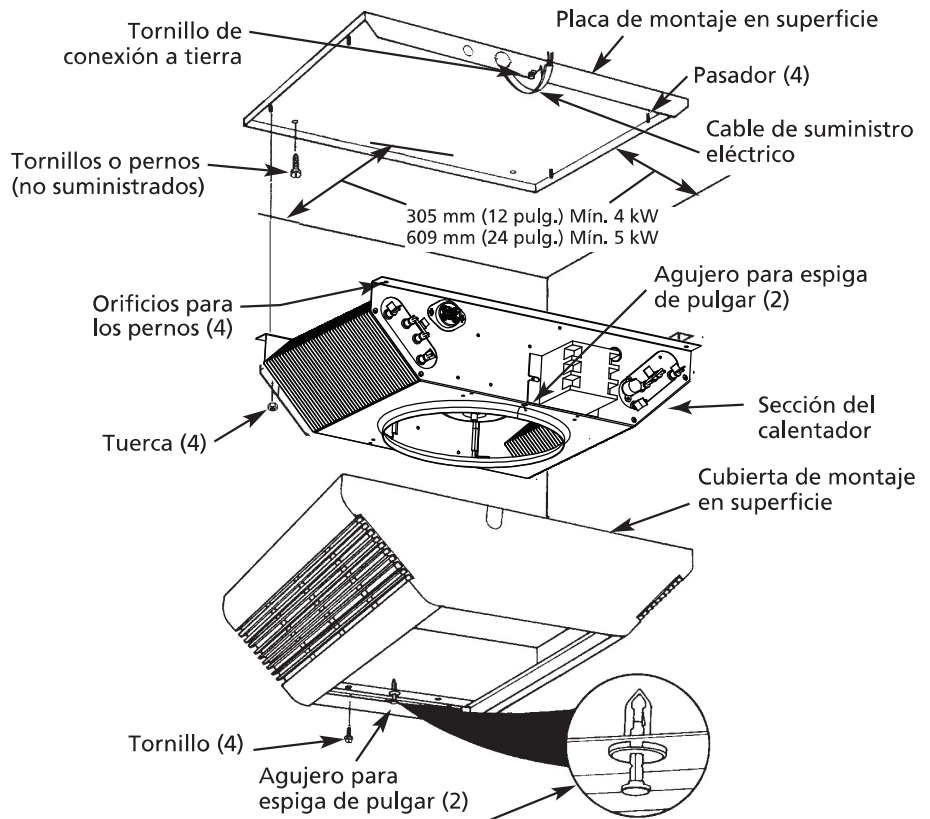

Figura 3
**⚠ ADVERTENCIA** *El calentador se puede caer si no se instalan las cuatro tuercas de montaje para fijar el calentador en el bastidor de montaje (consulte la Figura 3).*
**⚠ ADVERTENCIA** *La cubierta para superficies se puede caer si no se instalan los cuatro tornillos (consulte la Figura 3).*
7. Coloque la placa de montaje en superficie contra el cielo raso y fijela con pernos o tornillos (Figura 3). Consulte las Advertencias en la sección "Importante Información sobre Seguridad", en la página 2. Conecte el conductor de tierra al tornillo verde de conexión a tierra en la placa de montaje en superficie.
10. Coloque la sección del calentador sobre los pasadores de la placa de montaje en superficie (Figura 3).
11. Presione la sección del calentador sobre los pasadores y apriete bien las cuatro (4) tuercas (extraídas en el Paso 3) en los pasadores para fijar la sección del calentador en la placa de montaje en superficie (Figura 3).
**⚠ ADVERTENCIA** *El calentador se puede caer si no se instalan las cuatro tuercas de montaje (consulte la Figura 3).*
**AVISO:** Asegúrese que la "espiga de pulgar" en cada extremo de la abertura de la rejilla de descarga no esté totalmente insertada, para permitir que los cuerpos de las espigas de pulgar quepan en los orificios en la sección del calentador (Figura 3).
**⚠ ADVERTENCIA** *La envoltura para superficie se puede caer si no se instalan los cuatro tornillos (consulte la Figura 3).*
14. Instale y apriete firmemente cuatro tornillos (suministrados) para fijar la cubierta de montaje en superficie en la sección del calentador (Figura 3).
**ADVERTENCIA** El calentador se puede caer si no se instalan las cuatro tuercas de montaje (consulte la Figura 3).